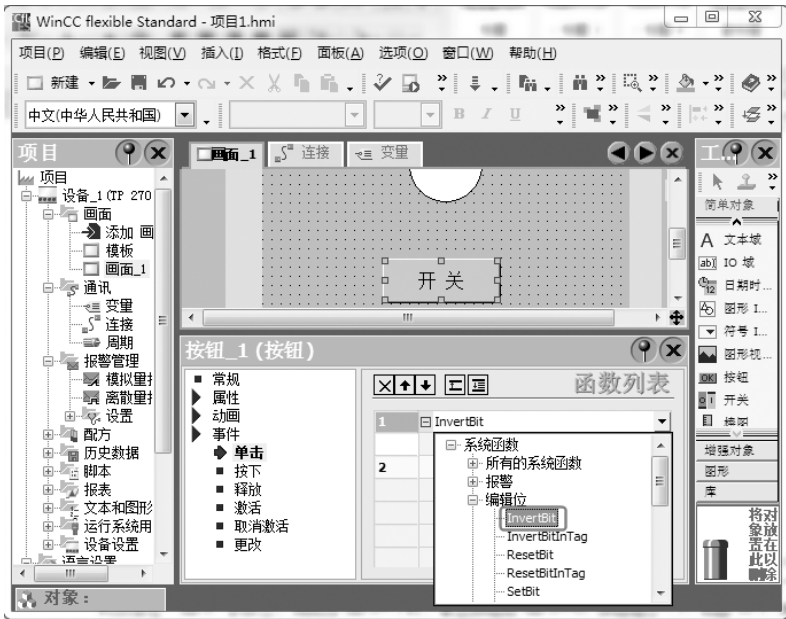

图 10-60 按钮组态 (2)
② 选中“按钮”，再选中“属性窗口”中“事件”下的“单击”，再把函数选定为“编辑位”函数中的“InvertBit”。按钮组态 (2) 如图 10-60 所示。